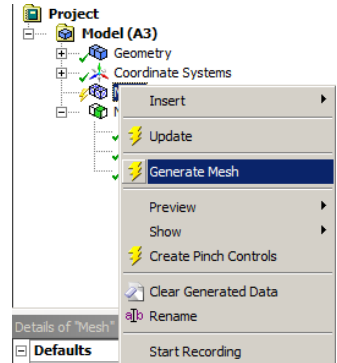

Рис. 22 - Запуск сеткогенерации
**Шаг 3.** После выделения границ необходимо задать параметры сетки и построить её. Для этого выбираем в дереве проекта пункт *Mesh* (сетка) и в окне детализации устанавливаем значение *Relevance Center – Fine* (точная сетка). Для этого нужно раскрыть (нажать «+») список *Sizing* (рис. 21). Размеры элементов сетки (*Sizing*) оставим по умолчанию. Для построения сетки нужно правой кнопкой мыши вызвать контекстное меню и выбрать пункт *Update* или *Generate Mesh* (рис. 22). Можно также использовать аналогичные кнопки на панели инструментов.